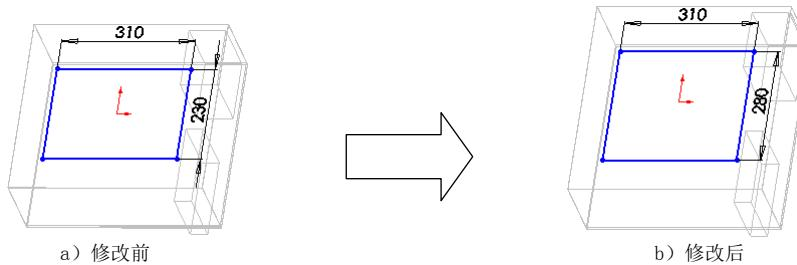

图 17.5.4 修改主板的长度尺寸
Step3. 双击要修改的宽度值尺寸 230，输入新尺寸 280，如图 17.5.4 所示。